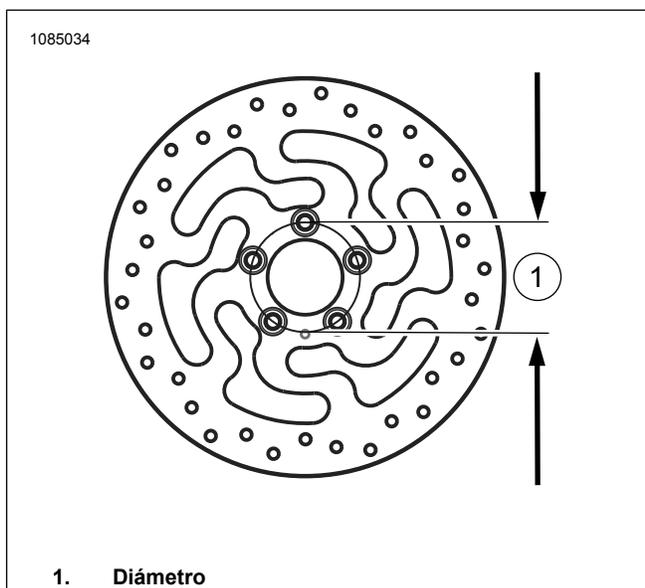

Figura 4. Diámetro del agujero de montaje del disco
- a. Figura 4 Si el diámetro del disco del freno delantero no mide 3,25 pulg., deseche los discos.